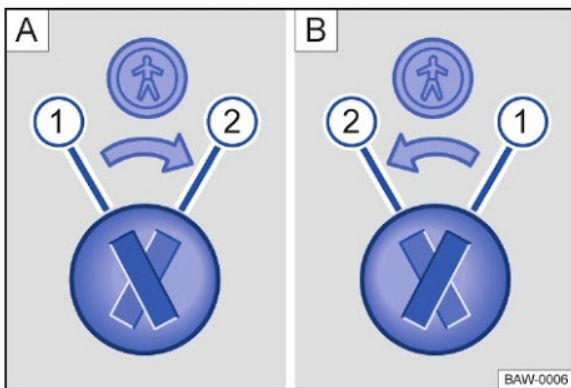

Fig. 38 Trava de segurança para crianças: **A** porta traseira esquerda, **B** porta traseira direita.
Legenda para → Fig. 38:
- Introduzir a haste da chave na ranhura da trava de segurança para crianças para ativar ou desativar → Fig. 38.